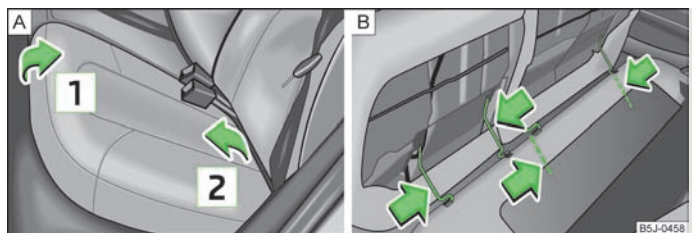

Fig. 40 Rabattement et dépose des assises des sièges
- Lever l'assise du siège en la tirant dans le sens de la flèche **1** » fig. 40 et la rabattre vers l'avant dans le sens de la flèche **2**.
- Poussez l'étrier en fil de fer dans le sens de la flèche » fig. 40 - **B** et sortez l'assise du support.
- Poussez les étriers en fil de fer dans le sens de la flèche » fig. 40 - **B** et insérez-les dans le support.